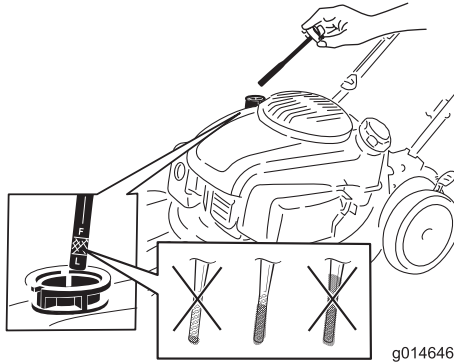

Figura 5
1. Retire la varilla (Figura 5).
2. Vierta aceite **lentamente** por el tubo de llenado hasta que el nivel de aceite llegue a la marca de Lleno de la varilla (Figura 5). **No llene demasiado.** (Capacidad máxima: 0,65 L (22 onzas), tipo: aceite detergente 10W-30 o SAE 30, con clasificación de servicio API SJ o superior.)
**Nota:** Cada vez que compruebe el nivel de aceite, retire la varilla y límpiela, introdúzcala en el cuello de llenado de aceite (**sin enroscarla**), luego retírela de nuevo y compruebe el nivel (Figura 5).